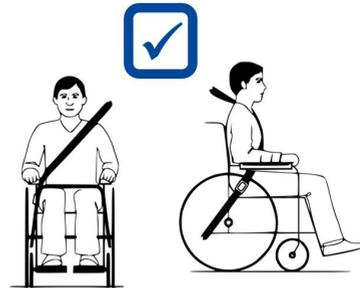

Abb. 4
7. Achten Sie darauf, dass die Schultergurte über den Schultern liegen, siehe Abbildung 4.